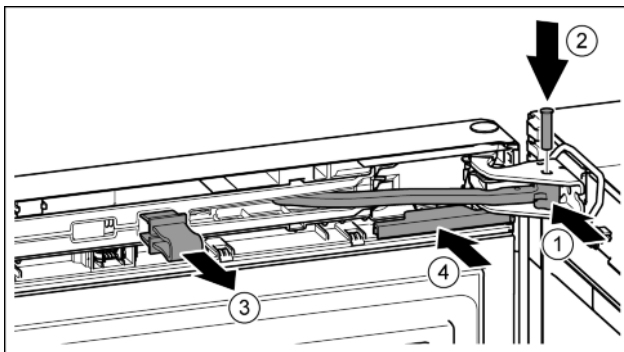

Fig. 22
- ▶ Tourner l'articulation dans le support de palier. Fig. 22 (1)
- ▶ Introduire le boulon dans le support de palier et l'articulation. Veiller à ce que l'ergot d'encliquetage repose correctement dans la rainure. Fig. 22 (2)
- ▶ Enlever l'arrêtoir. Fig. 22 (3)
- ▶ Enfiler le cache. Fig. 22 (4)